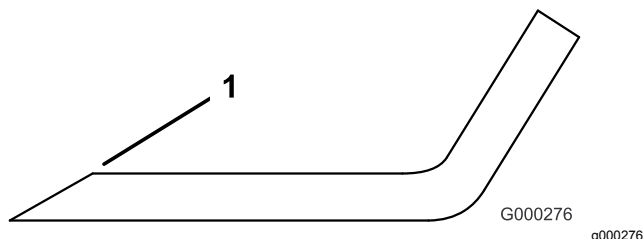

Figure 112
- Examinez les tranchants de toutes les lames et aiguisiez-les s'ils sont émoussés ou ébréchés (Figure 112).
**Remarque:** N'aiguissez que le haut du tranchant et conservez l'angle de coupe d'origine pour obtenir une coupe nette (Figure 112). Limez la même quantité de métal sur chacun des deux tranchants pour ne pas déséquilibrer la lame.